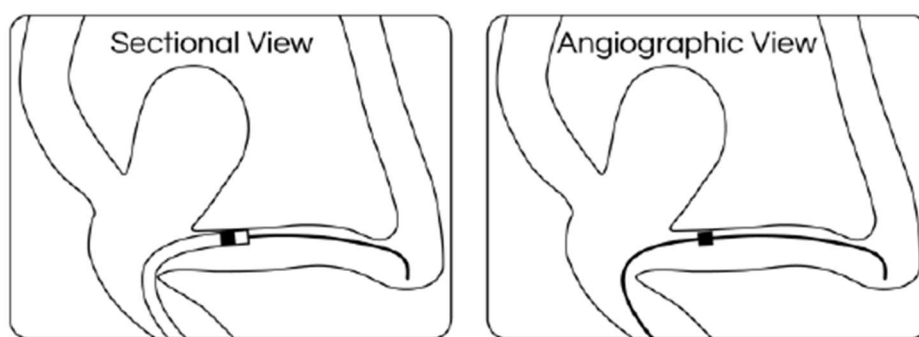

Figura 3
4. Se recomienda acceder primero a la rama más aguda, ya que esto facilitará la colocación del implante en la segunda rama. Navegue con un microcatéter de liberación 1,5-2,0 cm distal al cuello del aneurisma, como se muestra en la Figura 3.